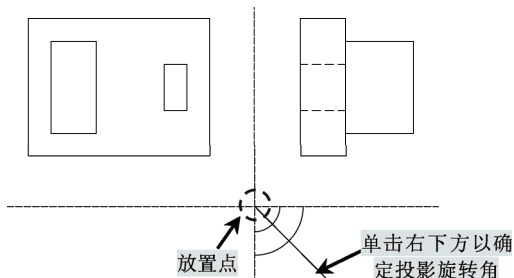

图 2-35 绘制十字投影光标
2) 执行“投影 开/关”命令（amprojo），选择执行“开”（on）子命令，将投影十字光标插入到两图之间靠下的地方，再单击右下方以确定投影旋转角，如图 2-35 所示。